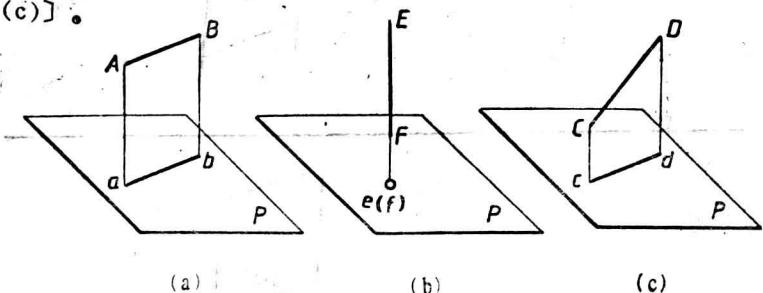

图 1-4 直线的投影特性
空间直线相对投影面有三种情况——平行、垂直、倾斜（图1-4）。
(1) 直线与投影面平行——投影反映直线的实长〔图1-4(a)〕。
(2) 直线与投影面垂直——投影积聚为一点〔图1-4(b)〕。这种性质叫积聚性。
(3) 直线与投影面倾斜——投影长度比直线短〔图1-4(c)〕。
- (4) 根据立体图画三视图(附图1-4)。